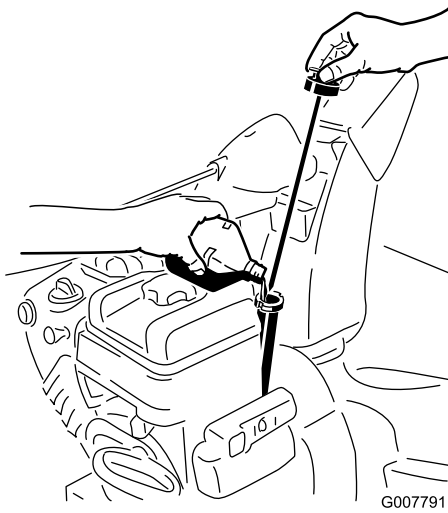

Figure 33
2. Sortez de nouveau la jauge et contrôlez le niveau d'huile (Figure 33). Ajoutez de l'huile, si le niveau est en dessous du repère Add sur la jauge (voir Plein d'huile du carter moteur).